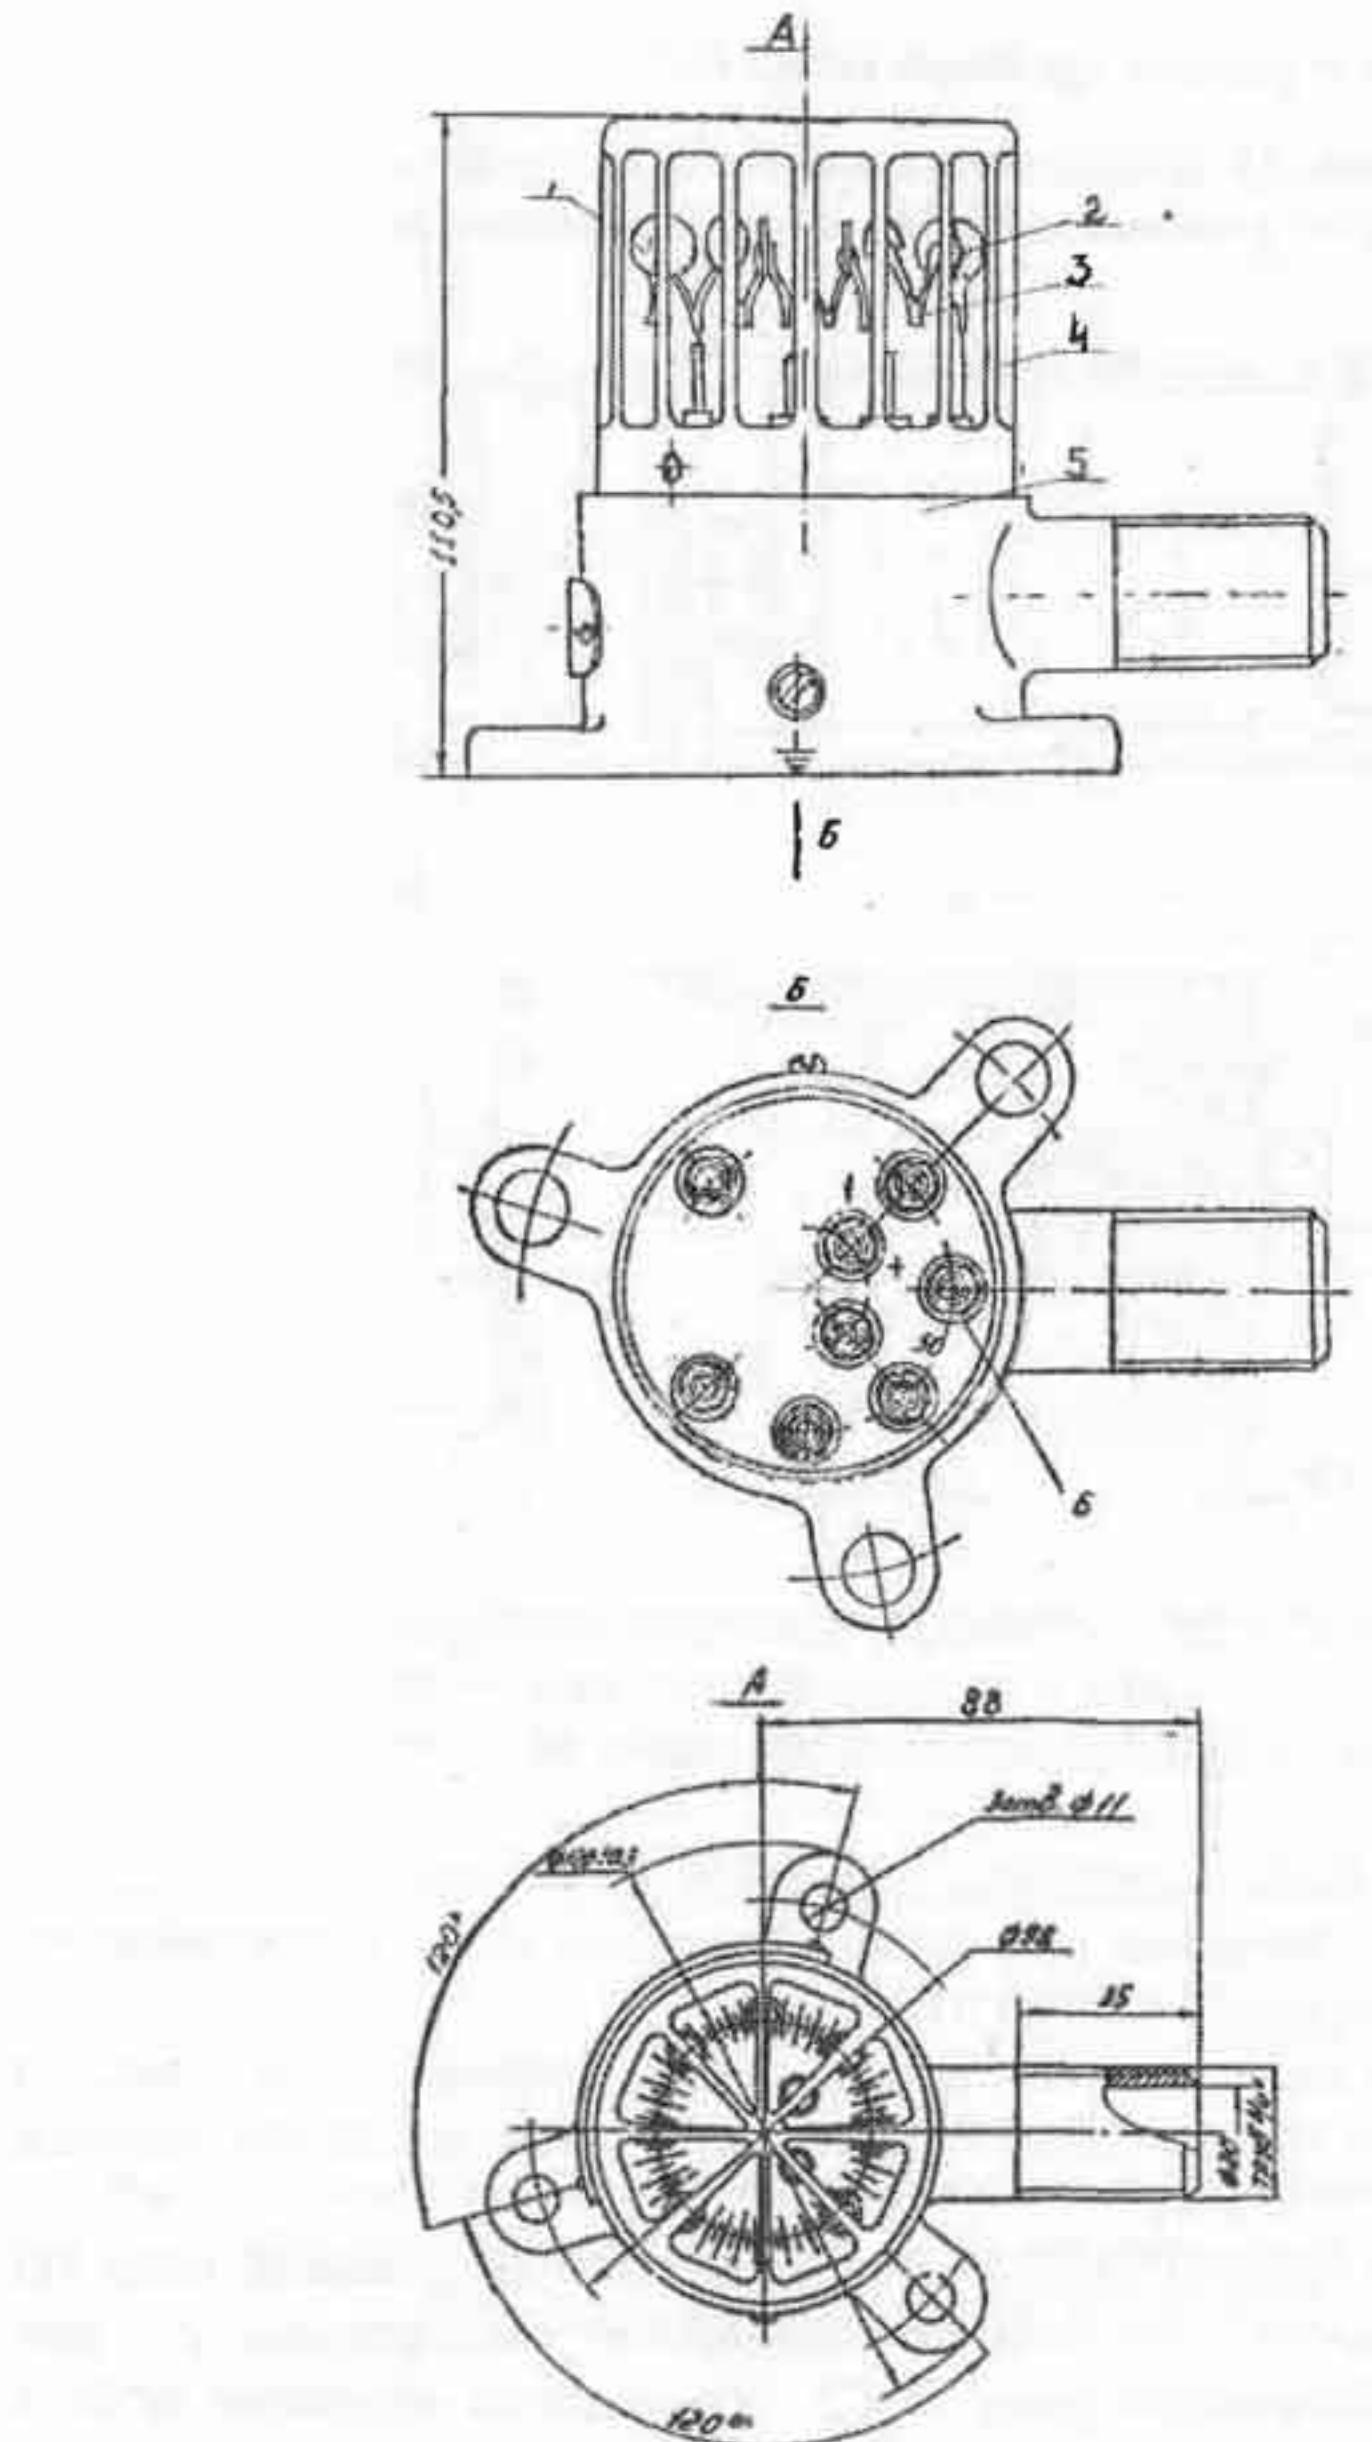

Рис.1 Извещатель DPS-038
4.1.1. Извещатель ДПС-038 (рис.1) представляет собой термобатарею (1) которая состоит из хромель-копелевых термопар соединенных последовательно. Термобатарея припаяна к штырям (6), которые закреплены на силуминовом основании (5). Штырь на внутренней стороне основания, обозначенны цифрой „1” и знаком „+”, является положительным выводом термобатареи. Штырь, обозначенный цифрой „50”, является отрицательным выводом термобатареи. Для увеличения жесткости термобатарея припаяна до восьми штырям.